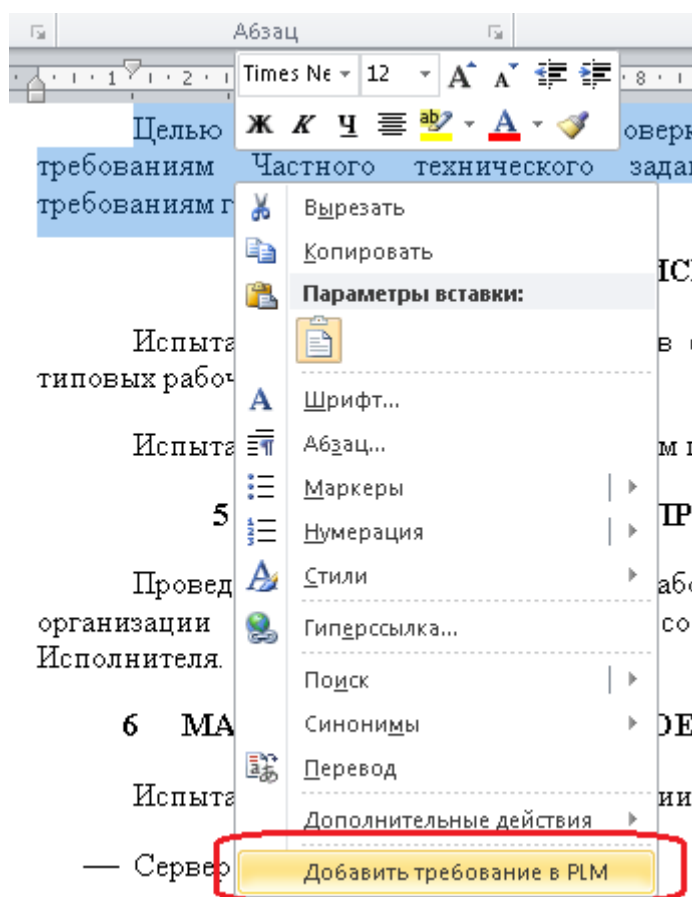

Рисунок 13 — Добавление требования в PLM
- нажать «Сохранить» (Ctrl+S) или выбрать из контекстного меню пункт «Добавить требование в PLM» (Рисунок 13);